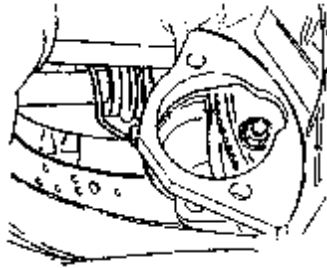

图 7-56 安装发动机/变速箱固定螺栓
- 9) 装入发动机/变速箱下部的固定螺栓，如图 7-56 所示。